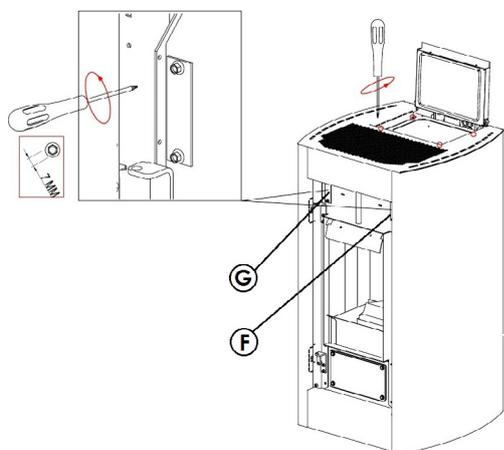

Fig. 77 - Entfernen der Platten
- Bei kaltem Ofen die Tür öffnen, Platte „F“ herausnehmen, indem die beiden Schrauben herauszuschrauben sind (siehe **Fig. 77 auf S. 39**).